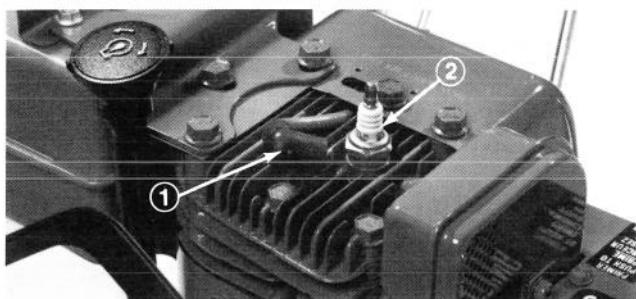

Abb. 38
2. Das Hochspannungskabel von der Zündkerze abziehen (Abb. 38) und die Kerze heraussschrauben.
4. Das Hochspannungskabel mit der Zündkerze verbinden (Abb. 38).